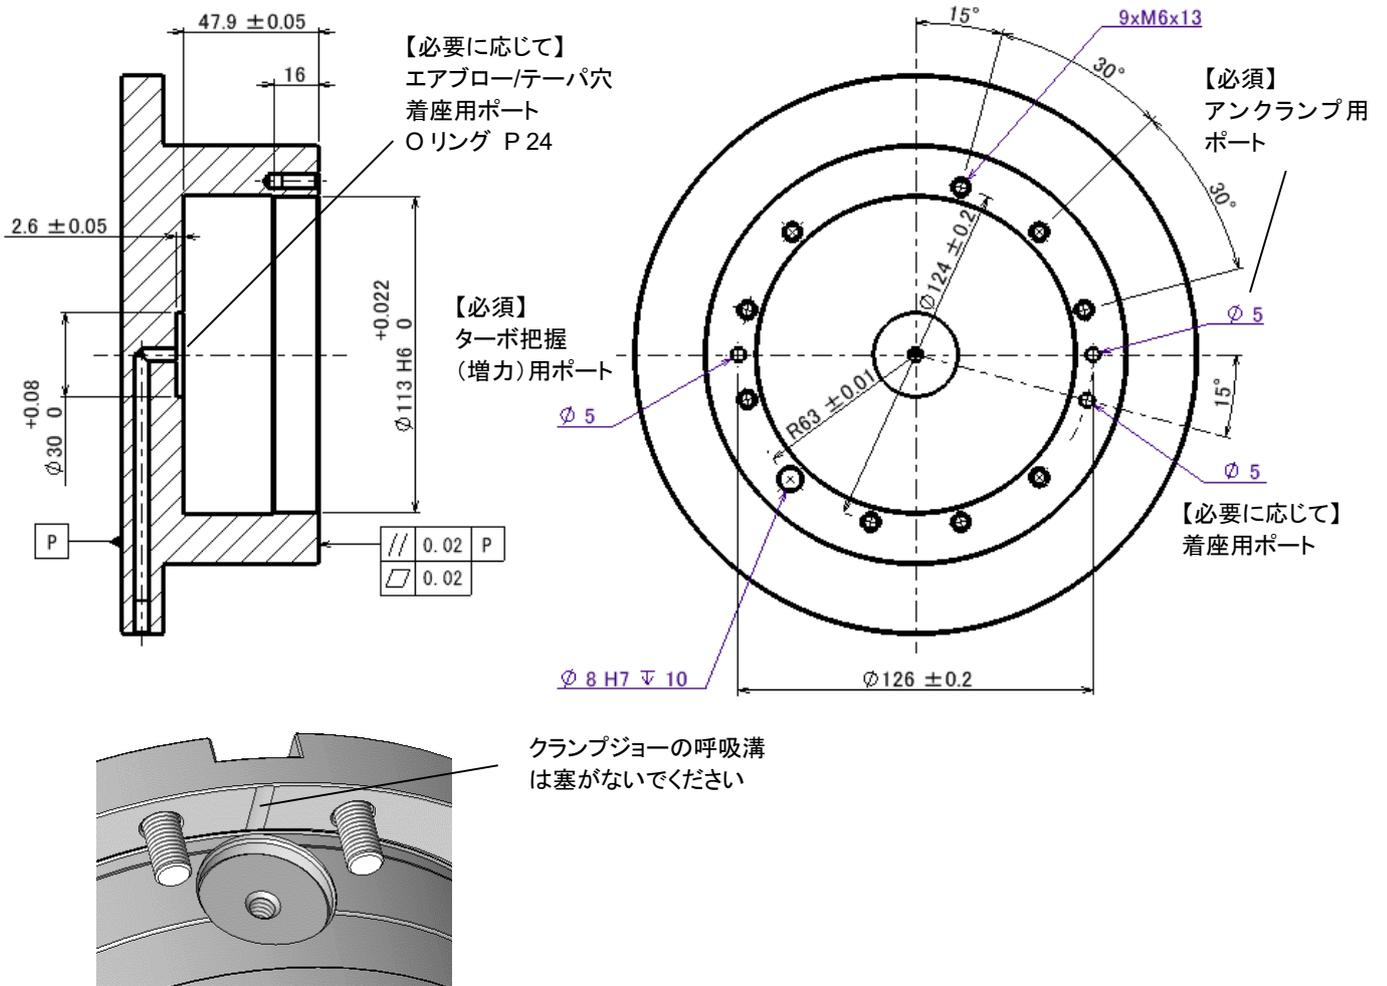

図 6-1 アダプタの設計例
- アダプタの設計例は図 6-1 を参照してください。アンクランプ用ポートとターボ把握用ポートは必須で、その他 2 ポートは必要に応じて使用してください。真ん中のポート使用時は止ねじ[5]を外して使用してください。